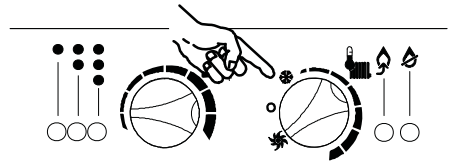

Fig. 7.2
- Coloque las llaves del tablero de mandos como indica la Fig. 7.2.